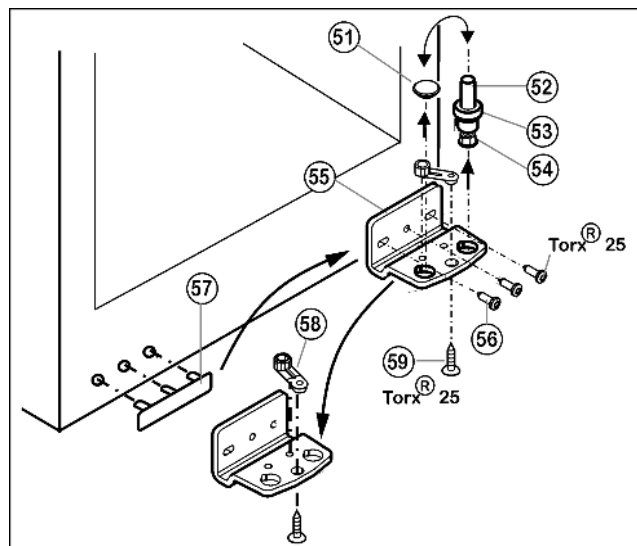

Fig. 14
- ▶ Извлеките опорный винт Fig. 14 (52) в комплекте с шайбой Fig. 14 (53) и регулируемой опорой Fig. 14 (54), вытягивая его вверх.
- ▶ Снимите пробку Fig. 14 (51).
- ▶ Открутите Fig. 14 (56) опорный кронштейн Fig. 14 (55).
- ▶ Открутите Fig. 14 (59) опорную деталь Fig. 14 (58) и, переставив в отверстие на противоположной стороне опорного кронштейна, снова прикрутите.
- ▶ Осторожно снимите и переставьте на противоположную сторону крышку со стороны ручки Fig. 14 (57).
- ▶ Снова прикрутите опорный кронштейн Fig. 14 (55) на новой стороне шарнира (с моментом 4 Нм). При необходимости используйте аккумуляторный шурупверт.
- ▶ Переставьте пробку Fig. 14 (51) в свободное отверстие.
- ▶ Вновь установите опорный винт Fig. 14 (52) в комплекте с шайбой и регулируемой опорой. При этом фиксатор должен быть направлен назад.